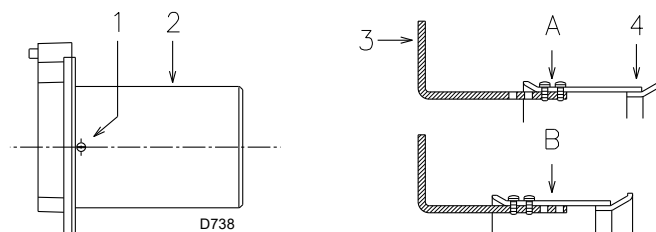

Fig. 13
- desapertar os parafusos 1)(Fig. 13) e desmontar o tubo de fogo 2).
- Deslocar a fixação da haste 3)(Fig. 13) da posição A à B, recuando dessa forma o obturador 4).
- Remontar o tubo de fogo 2)(Fig. 13) e os parafusos 1).